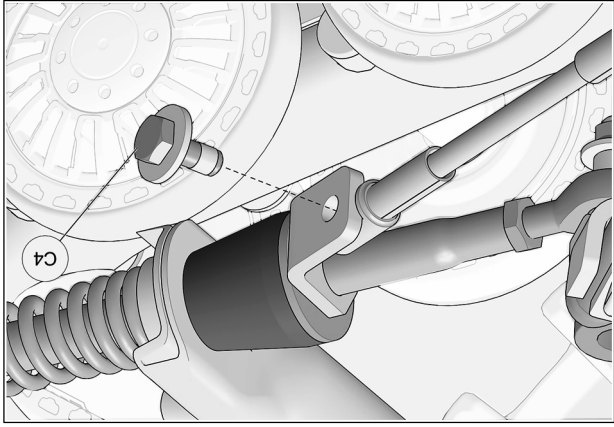

Fig. 28
16. Tourner légèrement le volant dans le sens contraire jusqu'à ce que le câble puisse être fixé à la plaque de support en utilisant le boulon (C4) fourni. Serrer à un couple de 35 N•m [24 lb•pi]. Voir la Fig. 28. Effectuer le même exercice du côté droit.